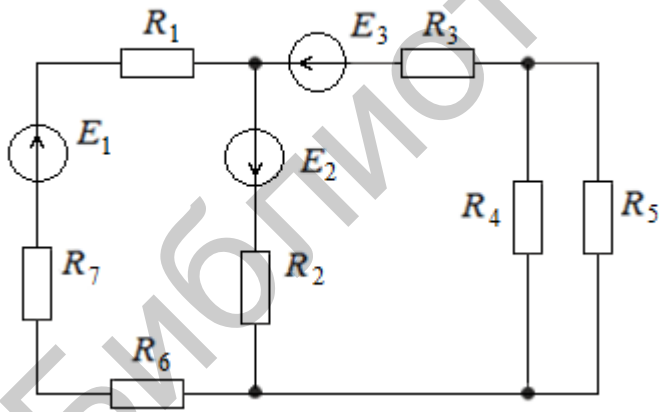

Рис. 108
41. Определить токи в ветвях схемы (рис. 108) методом наложения, если $E_1 = 10 \text{ В}$; $E_2 = 2 \text{ В}$; $E_3 = 6 \text{ В}$, $R_1 = 5,5 \text{ Ом}$; $R_2 = 3 \text{ Ом}$; $R_3 = 1,5 \text{ Ом}$; $R_4 = R_5 = 5 \text{ Ом}$; $R_6 = 4,5 \text{ Ом}$; $R_7 = 2 \text{ Ом}$.